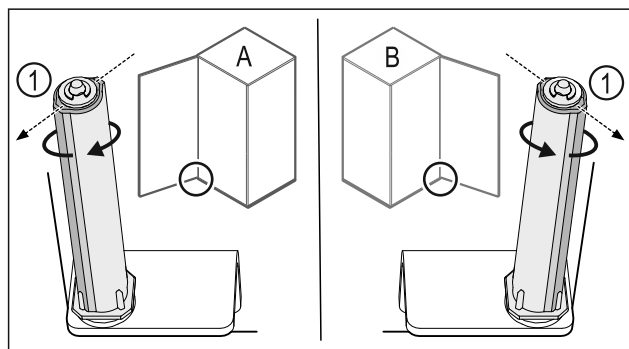

Fig. 42 Links scharnierend (A) / rechts scharnierend (B)
- Sluitsysteem tegen de weerstand in draaien tot het schot van het sluitsysteem Fig. 42 (1) naar buiten wijst.